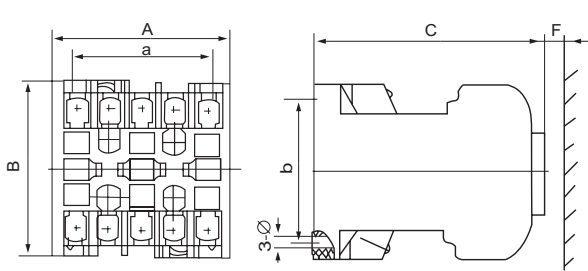
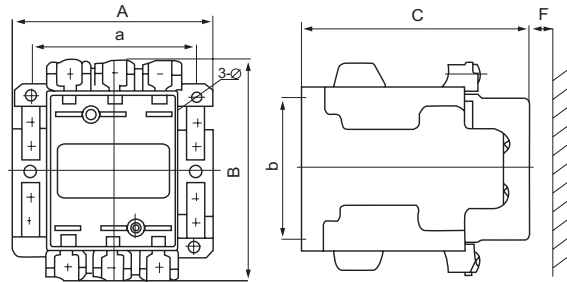
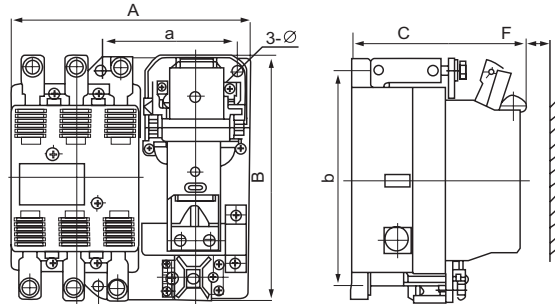

图 1 CJT1-10 外形及安装尺寸
图 2 CJT1-20、40 外形及安装尺寸
图 3 CJT1-60、100、150 外形及安装尺寸
- 1、接触器的外形及安装尺寸见图 1、图 2、图 3 和表 3。
- 3、接触器的飞弧距离见图 1~ 图 3 中。为确保安全使用，安装完毕的接触器必须保持如图所示的最小安全距离。